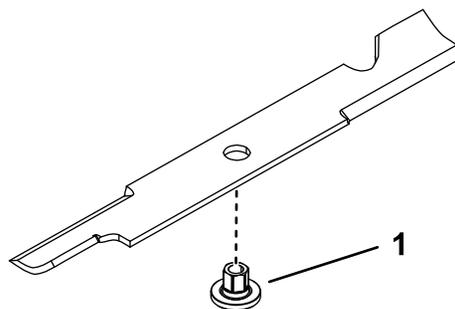

Bild 109
- Montieren Sie eine Buchse durch das Messer, wobei der Bund der Buchse auf der unteren (Gras-)Seite des Messers liegen muss (Bild 109).